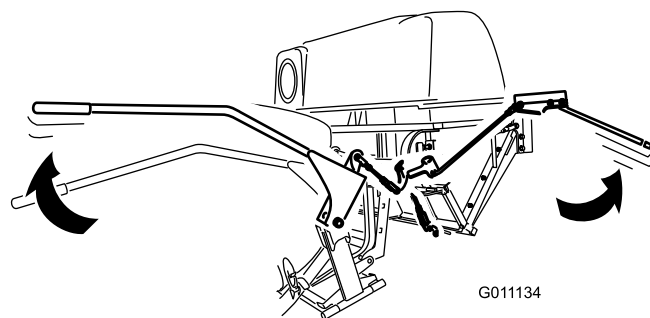

Figura 33
3. Empurre o manípulo para baixo para fechar a porta (Figura 33).